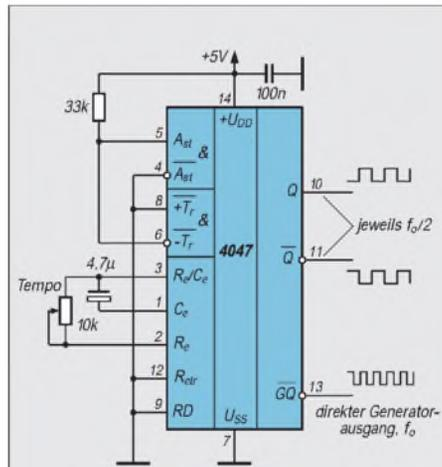

Bild 1: '4047 im astabilen Betrieb, freilaufend.
Die CMOS-IS ist laut Datenblatt ein Multivibrator, programmierbar für astabilen oder monostabilen Einsatz. Im astabilen Betrieb kann an zwei Pins die Takterzeugung getort werden. Laut Daten sollte der '4047 bis +10 V arbeiten; in der Praxis lief der CD 4047 BF jedoch nur im Bereich von 4 bis 6 V einwandfrei. Bild 1 zeigt die Grundvariante für den astabilen Betrieb. Für die frequenzbestimmenden Bauelemente R und C gelten Obergrenzen, für C sind das etwa 15 µF, für R ungefähr 15 kΩ.
Bild 2: Teilstromlaufplan eines Taktgenerators mit '4047 im Start/Stop-Betrieb. Links ist die Torung mit H-Potential H an A_{st}, rechts die mit L an A_{st} dargestellt, die anderen Pins behalten ihre Beschaltung nach Bild 1. Der 33-kΩ-Widerstand (wie in Bild 1) legt die Pins definiert an H.
Mit einem Einstellbereich des Potentiometers von 100 Ω bis 10 kΩ läßt sich, gemessen an Pin 10 (Q) und C = 4,7 µF (1 µF, 0,1µF), der Bereich 66 bis 5 Hz (250 bis 23 Hz; 2500 bis 250 Hz) überstreichen. Letztere Kombination ist für einen Mithörgenerator optimal. Aus Bild 1 ist erkennbar, daß bereits mit vier externen Bauelementen ein repräsentativer Taktgeber entsteht.